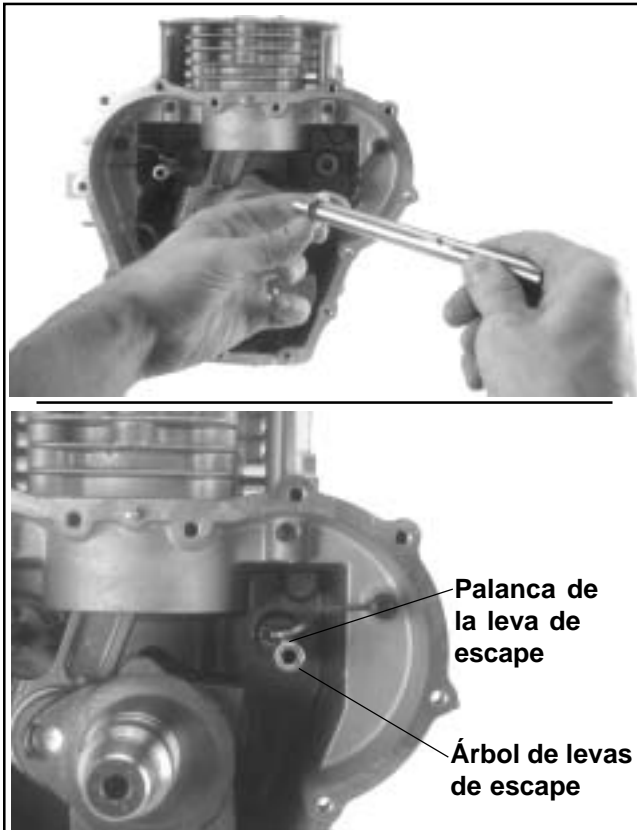

Figura 10-22. Instalación del árbol de levas de escape.
2. Aplique un poco de grasa en la ranura de la arandela de empuje. Introduzca la arandela en el árbol de levas de forma que el pasador de guía más corto se apoye en la ranura. La grasa mantendrá la arandela en su posición. Gire la palanca de la leva de escape hacia el orificio de la arandela de empuje, y seguidamente, introduzca el árbol de levas en el orificio del cárter. Compruebe que el pasador se mantiene en la ranura de la arandela de empuje. Ver Figura 10-22.